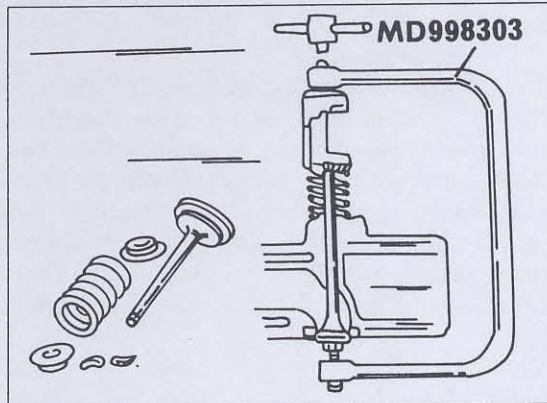
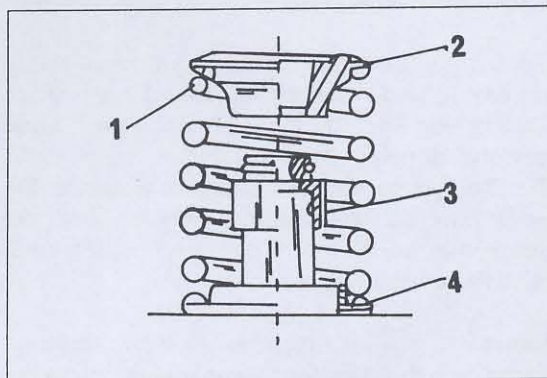

Bild 68
Bild 69
- Federn und Federteller aufsetzen und die Ventildfedern mit einem Ventilheber zusammen-drücken (Bild 68). Die emaillierte Seite der Federn kommt auf die Seite des oberen Ventildfedertellers. Bild 69 zeigt einen Schnitt durch ein zusammengebautes Ventil mit Lage der einzelnen Teile und sollte noch einmal betrachtet werden.